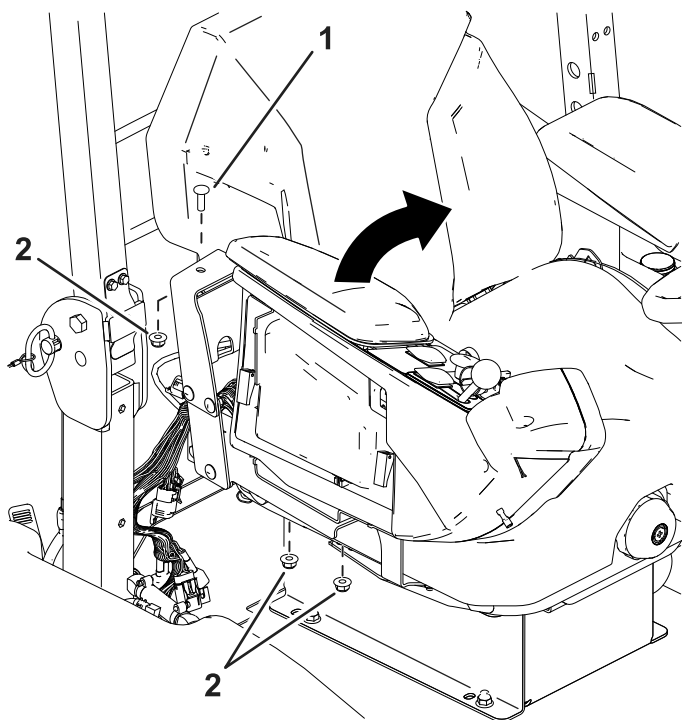

Figura 5
7. Retire las tuercas y los pernos del reposabrazos derecho y plieguelo hacia el centro (**Figura 5**).